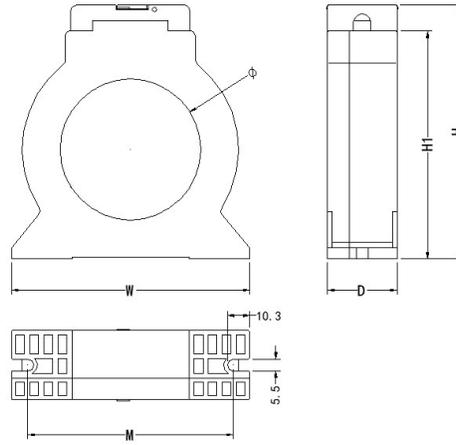
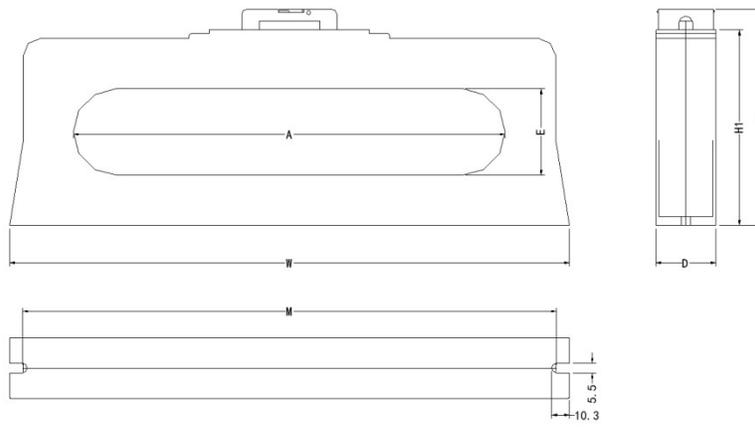

图 2 闭口圆孔型剩余电流互感器外形示意图
图 3 闭口方孔型剩余电流互感器外形示意图
1.2 配闭口式圆孔剩余电流互感器的探测器外形尺寸图如图 2 所示，配闭口式方孔剩余电流互感器的探测器外形尺寸图如图 3，参数见表 2：